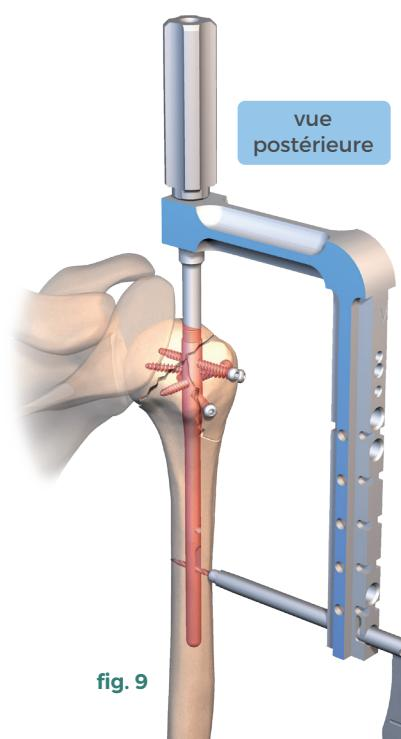

fig. 9
- Perçage avec le foret de diamètre 3,1 mm (réf. 270 821) (fig.9) et lecture directe sur la mèche de la longueur de vis.